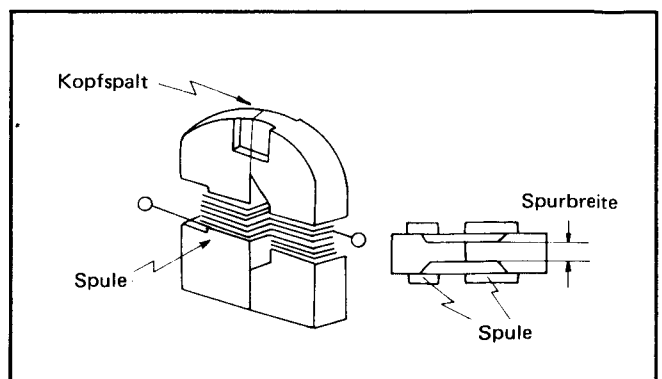

Abb. 3 Schema des Videokopfes
Verwirklicht wurden diese Maßnahmen wie folgt: Durch eine Verkleinerung der Spurbreite des Videokopfes konnte gemäß Abb. 3 die Videospurbreite (T) reduziert werden, wobei durch den Wegfall des Leerraumes (Rasen) zwischen